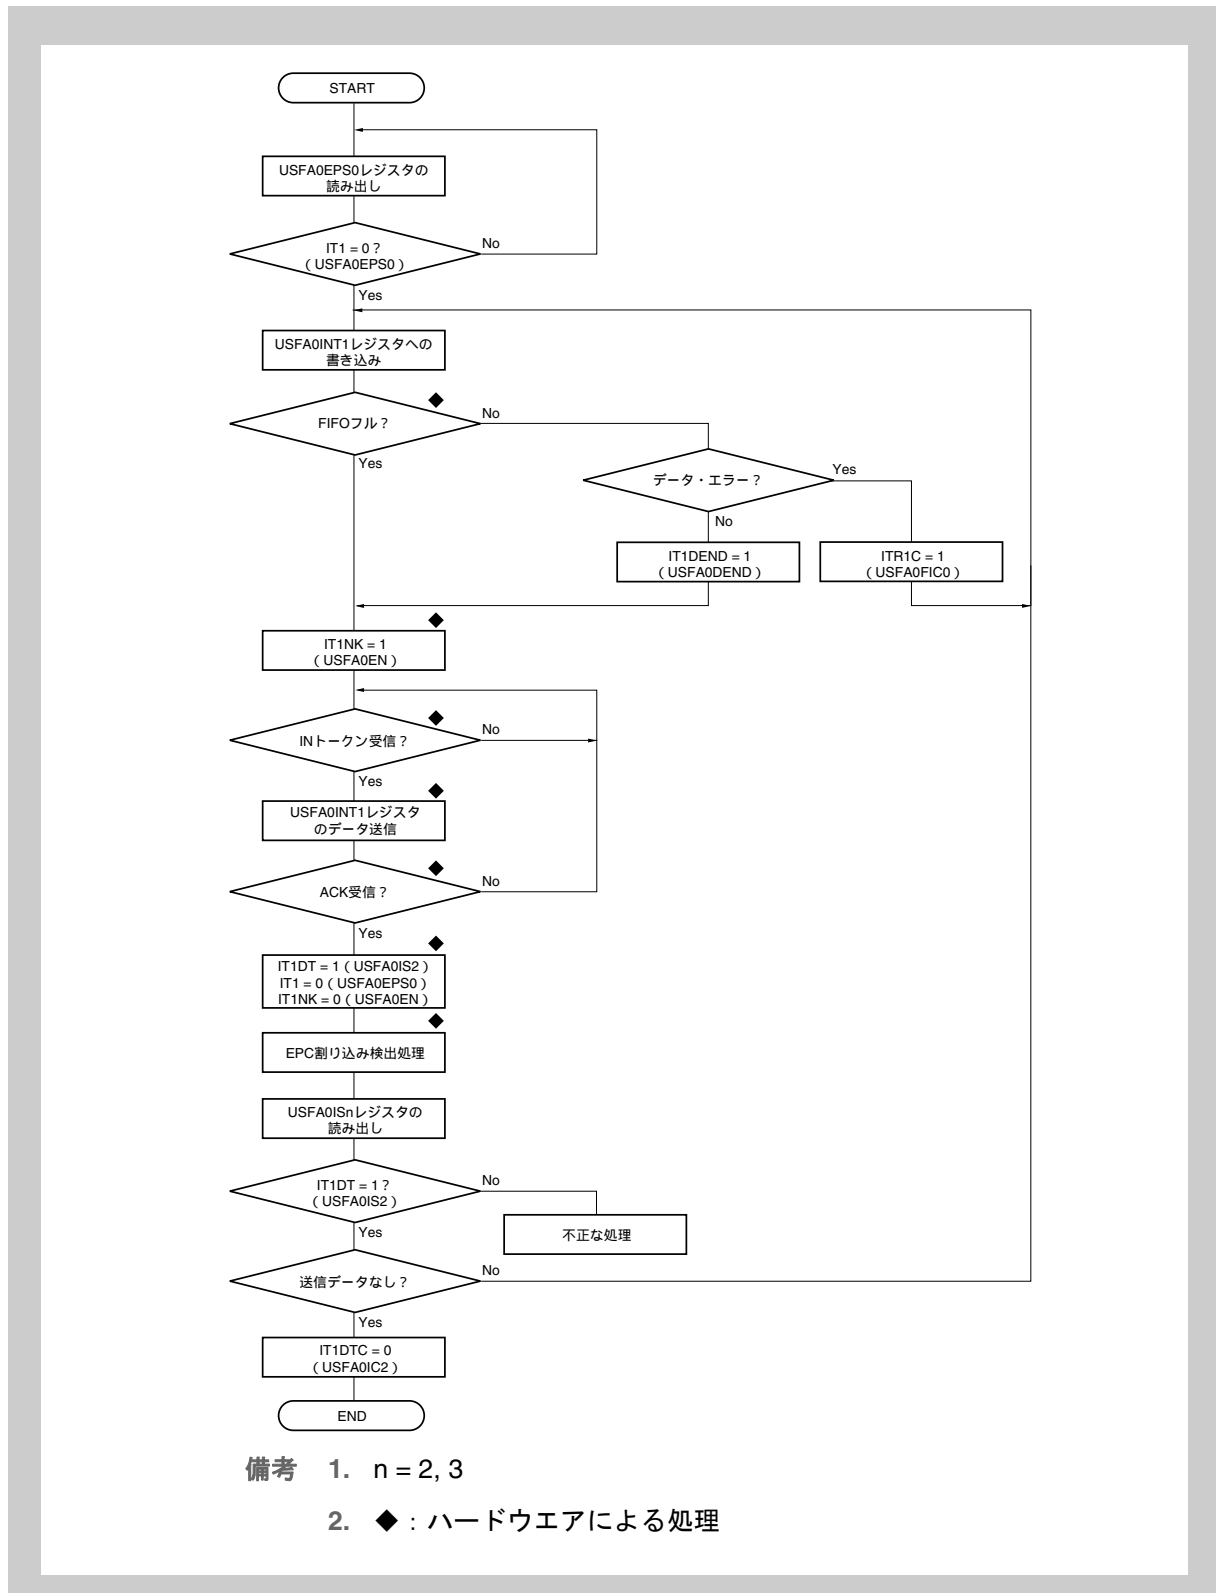

図 27-30 インタラプト転送 (IN) に対する処理 (Endpoint7)
インタラプト転送 (IN) は, Endpoint7 に割り当てられています。図 27-30 にフロー・チャートを示します。